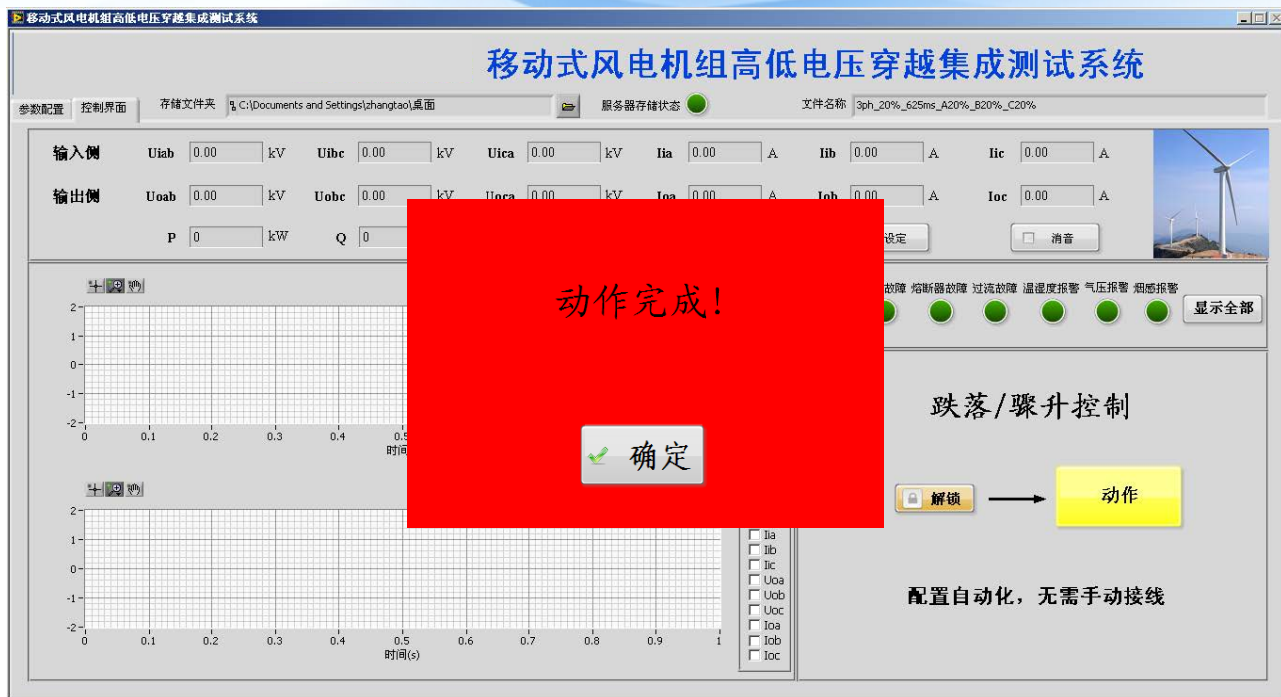
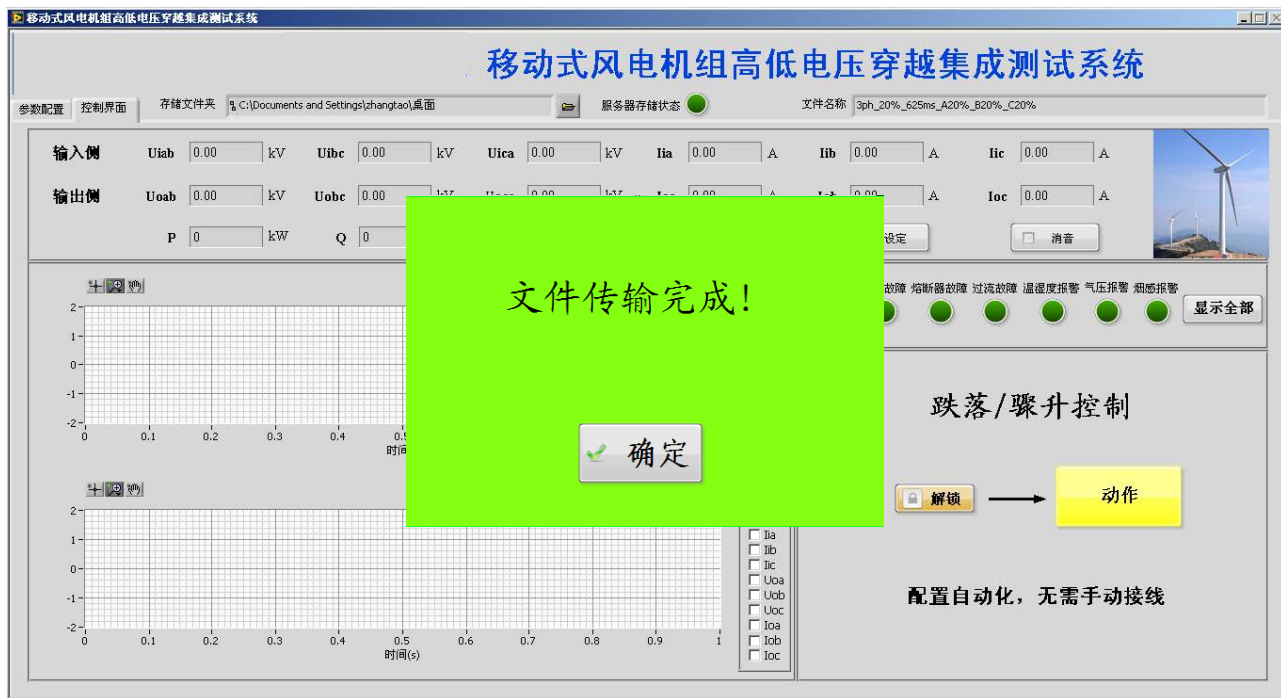

图 4-8 动作完成界面
图 4-9 文件传输完成界面
- (1) 参数显示区。显示当前输入侧电压、电流和输出侧电压电流，以及输出侧有功、无功和功率因数。
- (2) 波形显示区。可显示输入侧电压、电流，输出侧电压、电流。并可通过下拉菜单快速选择待显示波形。
- (3) 报警显示区。点击“显示全部”后可显示报警明细，出现报警后，指示灯变红。
- (4) 跌落/骤升控制。先点击“锁定”按钮解锁，再点击“动作”按钮完成跌落或骤升操作。一键操作，跌落或骤升完成后，自动复位。动作完成后，弹出“动作完成！”对话框，见图 4-8。文件记录完成后，弹出“文件传输完成！”对话框，见图 4-9。